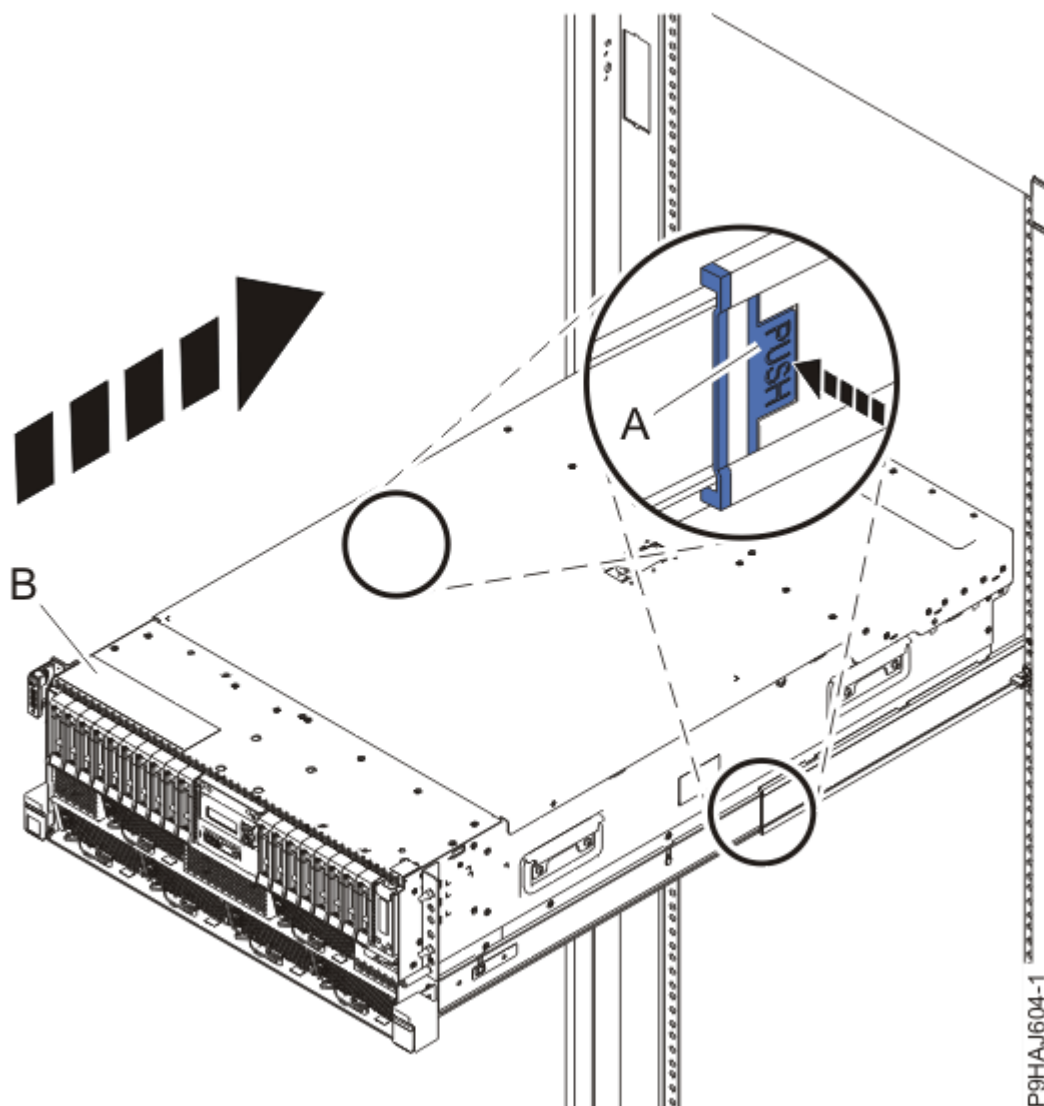

Figura 34. Colocación del sistema en la posición operativa
3. Para un sistema montado en bastidor, desbloquee los pestillos de seguridad de color azul de los rieles **(A)**, tal como se muestra en la Figura 34 en la página 36 presionándolos hacia dentro. Asegúrese de que los brazos portacables se pueden mover libremente. Asegúrese de que los cables de la parte posterior de la unidad no queden atrapados ni se enreden al empujar la unidad hacia la posición operativa.